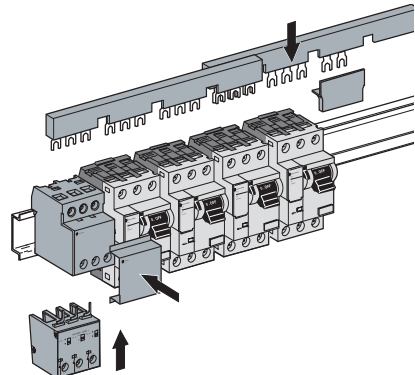

Fig. 4 - Groupe de P25M : un bloc limiteur pour quatre P25M, sur bornier réf. 21144
- par groupe : quatre P25M maxi par groupe ou 63 A maxi (fig. 4).